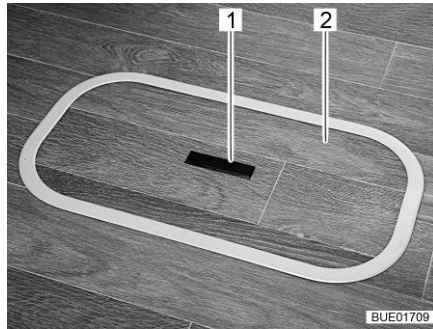
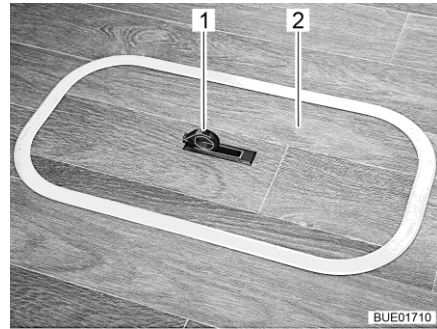

Fig. 54 Copertura scomparto del pavimento (maniglia abbassata)
Fig. 55 Copertura scomparto del pavimento (maniglia alzata)
- Spingere la piastra di presa (Fig. 54,1) verso il basso da un lato. La maniglia (Fig. 55,1) viene ruotata verso l'alto.
- Rimuovere la copertura (Fig. 54,2 o Fig. 55,2) tirandola verso l'alto.